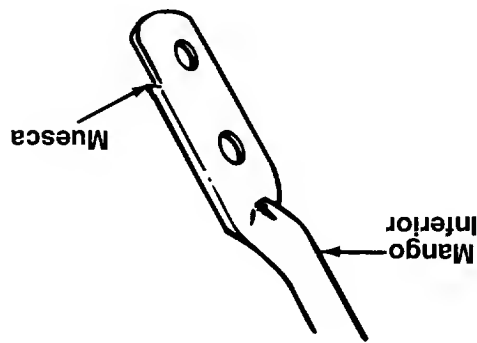

FIGURA 12.
- Gire el mango inferior para que la muesca se dirija hacia el frente como se demuestra en la figura 12.